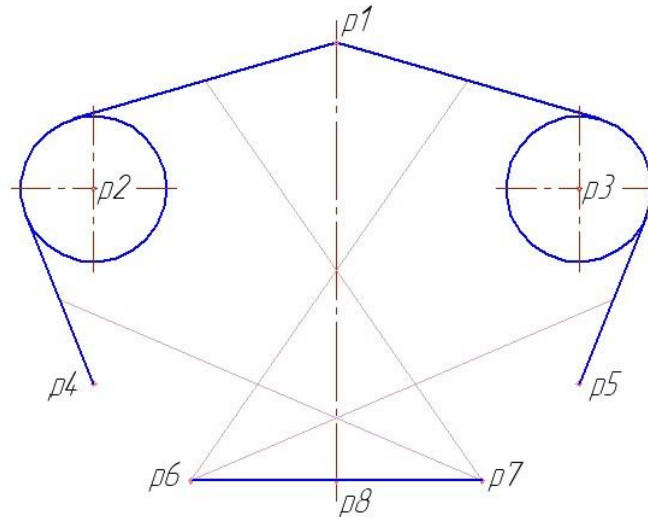

Рис. 3.11
З'єднайте точки $p6$ та $p7$ з серединами відрізків, що проведені із точок $p1$, $p4$, $p5$ дотично до кіл. Стиль ліній, що з'єднують точки $p6$ та $p7$ з серединами дотичних, оберіть – *Допоміжна* (рис. 3.11).
1.5 Побудуйте допоміжні відрізки, що з'єднують точки p_6 та p_7 з серединами відрізків, дотичних до кіл, рис. 3.11.